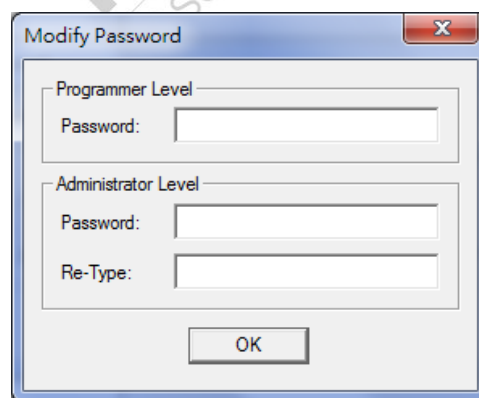

図 1.6.10
**Administrator:** 管理者レベルのユーザーは、すべての機能を使用してパスワードを変更してシステムを管理できます (図1.6.10を参照)。